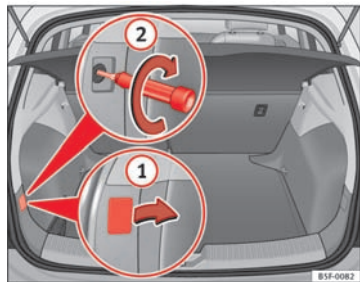

Fig. 143 Bagagerum: placering af skrue til baglygte
- Vip afdækningen ud af udkæringen med den flade del af skruetrækkeren, og fjern afdækningen ⇒ Fig. 143 ①.
- Løsn skruen, der sidder bagved, ved at dreje skruetrækkeren mod uret (pil) ⇒ Fig. 143 ②, og tag den forsigtigt ud.